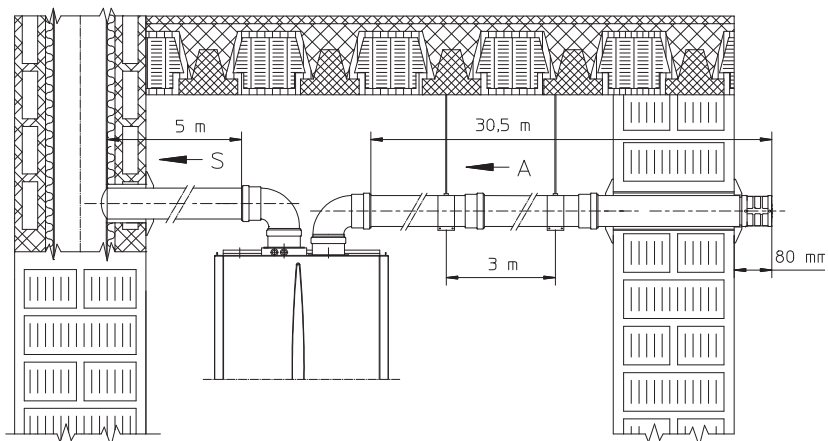

Fig. 1-28
- Perda de temperatura em canais de fumo. Para evitar problemas de condensa de fumos na conduta de descarga de Ø 80 devido ao resfriamento através da parede é necessário *limitar o comprimento da conduta de descarga a 5 metros* (Fig. 1-28). Se devem ser cobertas distâncias superiores, utilizar os tubos Ø 80 isolados (ver capítulo kit separador Ø 80/80 isolado).